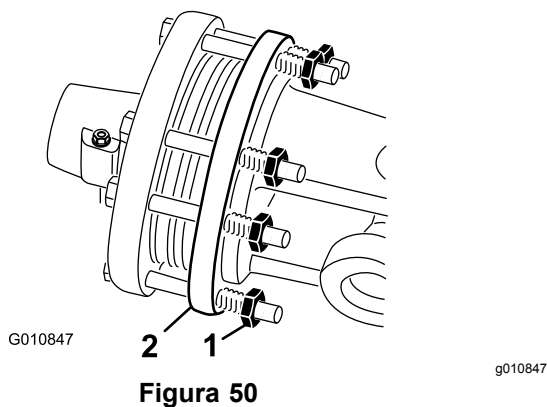

Figura 50
1. Alla fine della stagione di arieggiatura, allentate ogni dado della frizione di 2 giri (Figura 50).